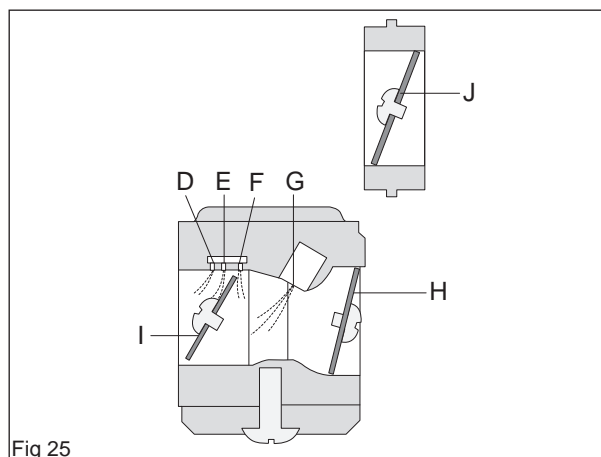

Fig 25
En mode de démarrage à froid, la soupape du starter (H) est complètement fermée. De cette manière, la sous-pression dans le carburateur augmente et le carburant est aspiré plus facilement hors de tous les diffuseurs (D, E, et F). La soupape d'étranglement (I) est partiellement ouverte. La soupape d'étranglement (J) est fermée (voir la figure 25).